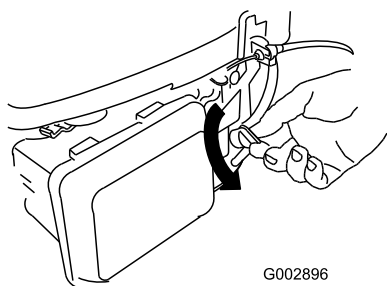

Рисунок 20
2. Поверните рычаг топливного клапана в положение On (Вкл.) (Рисунок 20).